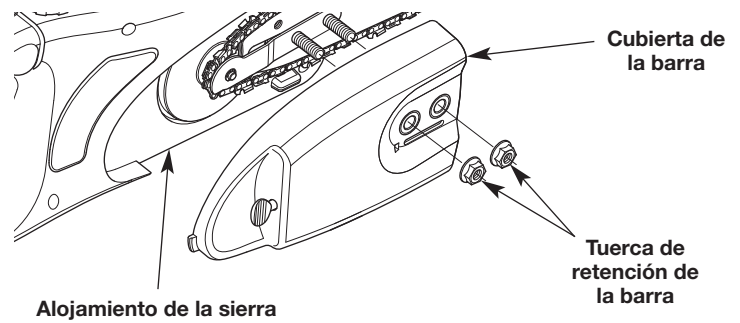

Fig. 27
1. Utilice una llave de 1/2 pulgada (13 mm) para extraer las tuercas de retención de la barra (Fig. 27).
2. Extraiga la cubierta de la barra (Fig. 27).
6. Ubique la cubierta de la barra sobre el alojamiento de la sierra (Fig. 27). Inserte la lengüeta de la cubierta de la barra dentro de la ranura del alojamiento de la sierra (Fig. 27). Los pernos de la barra guía deben sobresalir de los orificios de la cubierta de la barra.